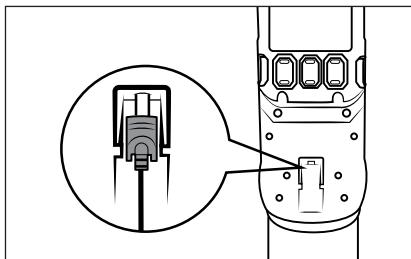

Fig. 8
- Ricaricare la batteria non appena l'indicatore livello batteria ⑥ indica una carica residua bassa della batteria ■■■■■ .
- L'aspirapolvere può anche essere caricato direttamente tramite l'alimentatore ⑨. A tale scopo girare leggermente lo spinotto cavo ⑩ per rimuoverlo dal supporto a parete ⑯ e inserirlo nella presa di carica ② dell'apparecchio (vedere fig. 8).